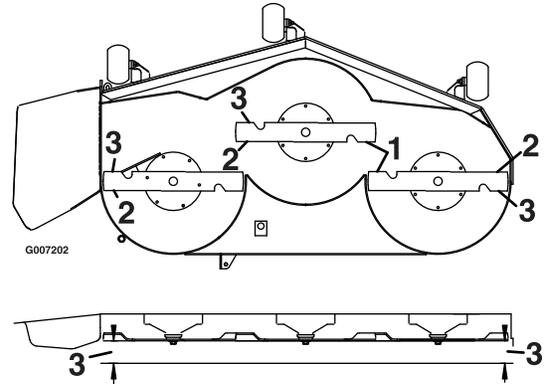

Figura 63
4. Mida entre los bordes de corte exteriores y la superficie plana (Figura 63).